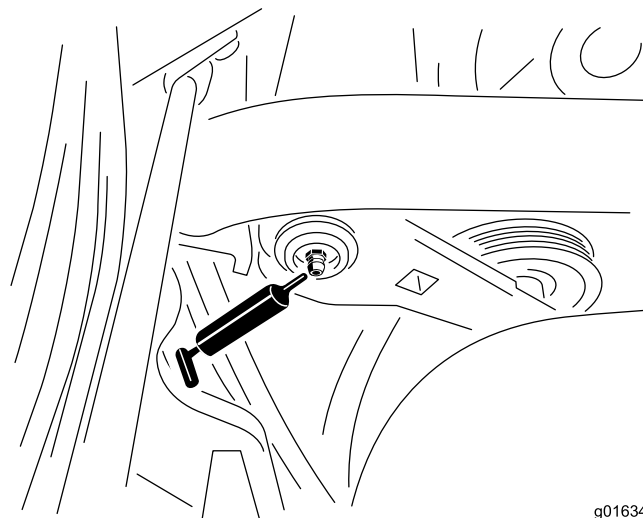

Рисунок 24
1. Во избежание попадания загрязнений в подшипник и втулку дочиства протрите все масленки(Рисунок 24).